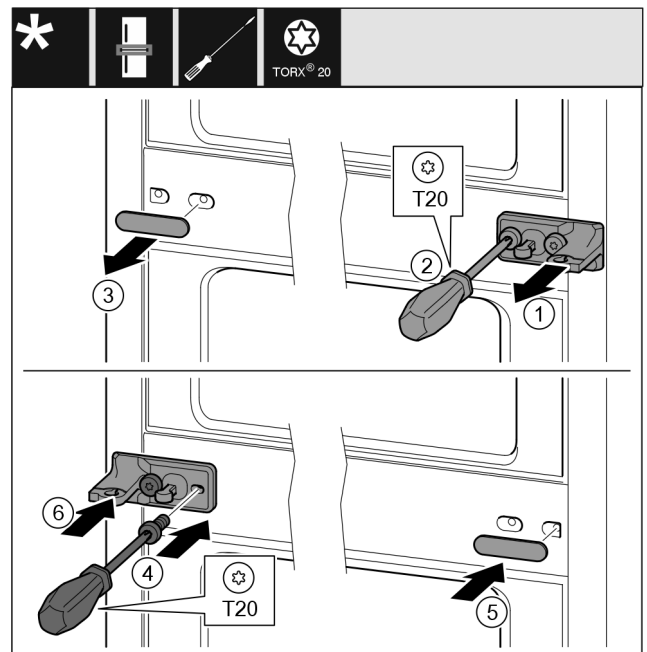

Fig. 43
- ▶ Sluitring Fig. 43 (1) wegnemen.
- ▶ Schroeven Fig. 43 (2) met een schroevendraaier er uit draaien.
- ▶ Afdekking Fig. 43 (3) voorzichtig wegtrekken.
- ▶ Lagerbok met folie Fig. 43 (4) 180° gedraaid aan de andere zijde goed vastschroeven.
- ▶ Afdekking Fig. 43 (5) 180° gedraaid op de andere zijde aanbrengen.
- ▶ Sluitring Fig. 43 (6) van voren af erop schuiven.